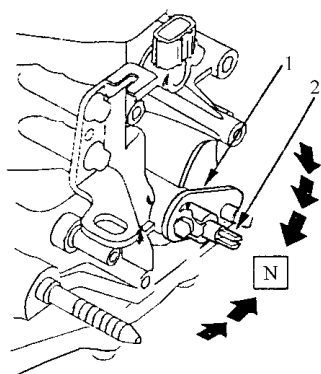

图 5-142 将控制杆换至 N 位置
58) 如图 5-142 所示将控制杆换至 N 位置。当换挡至 N 位置时, 不要将控制轴销挤压在一起。如果将控制轴挤压在一起, 将会导致信号或档位故障, 因为它在控制轴和变速器档位开关之间起作用。